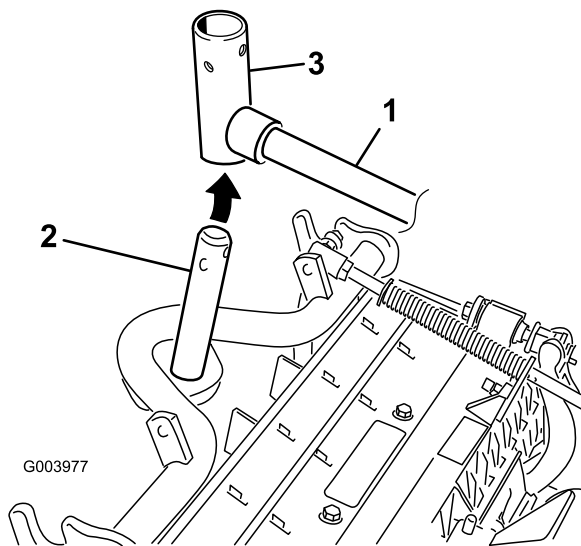

図 8
8. フロントに取り付けるカッティングユニットは、昇降アームの下に入れるときにキャリアフレームのシャフトを立てて昇降アームのピボットヨークに挿入する 図 8。
B. 昇降アームのヨークをキャリアフレームのシャフトに通す 図 8。